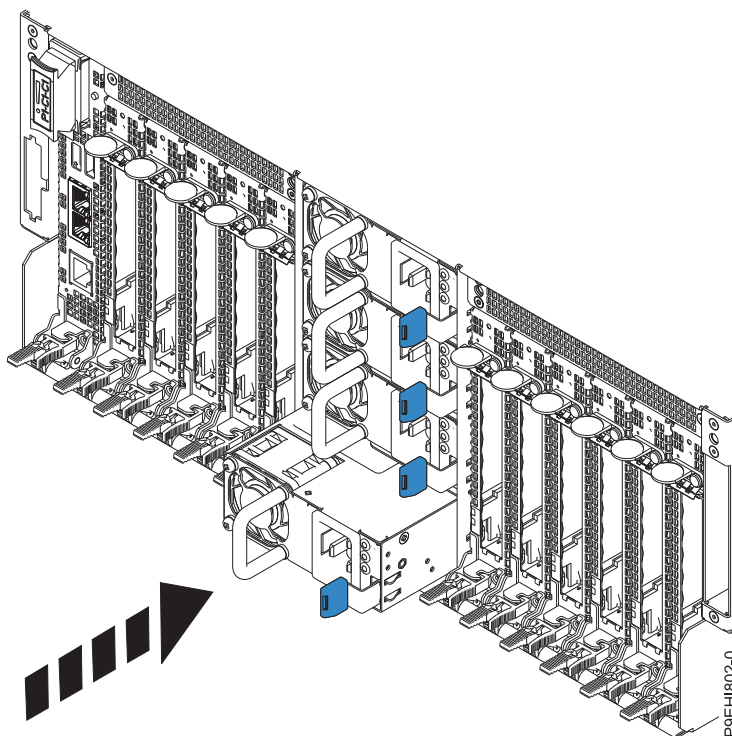

Figura 22. Sustitución de una fuente de alimentación en el sistema
3. Alinee la fuente de alimentación con la bahía y deslice la fuente de alimentación en el sistema hasta que el pestillo quede encajado en su sitio, tal como se muestra en la Figura 22.